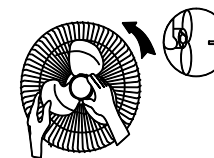

рис. 4
- Установите лопасти на ось двигателя, совместив паз на оси двигателя с крепежным винтом. Затяните винт по часовой стрелке до упора. Убедитесь, что лопасти закреплены правильно (рис. 4).